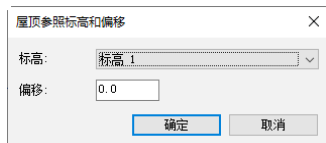

图 11-64 “屋顶参照标高和偏移”对话框
(4) 单击“建筑”选项卡“构建”面板“屋顶”下拉列表中的“拉伸屋顶”按钮，打开“屋顶参照标高和偏移”对话框，在“标高”下拉列表中选择“2 层”，如图 11-64 所示，其他采用默认设置，单击“确定”按钮。